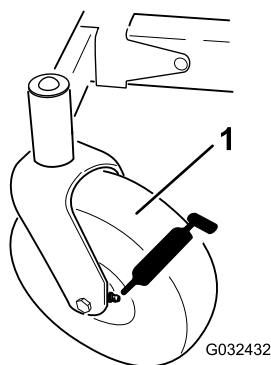

Figure 29
3. Nettoyez les graisseurs (Figure 29) avec un chiffon.
4. Raccordez une pompe à graisse à chaque graisseur (Figure 29).